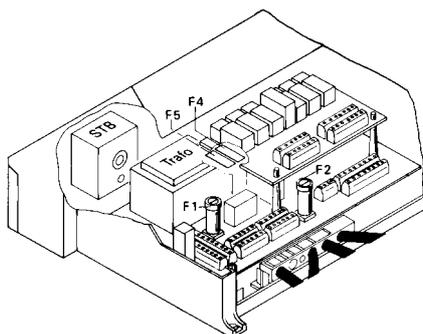

Abb. 44
3. Entsprechenden Sicherungssockel (siehe Abb. 44) aufschrauben.